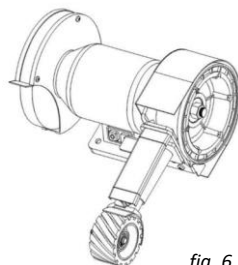

fig. 6
3. Une fois terminé, l'apparence ressemblera à la fig. 6.